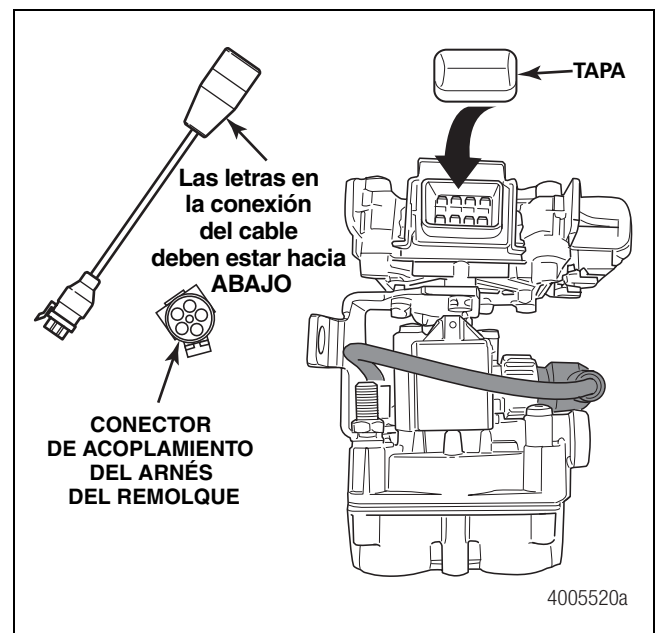

Figura 9
4. Empuje el clip de retención articulado del conector de corriente hacia arriba y quite la tapa protectora del conjunto de la ECU y la válvula moduladora única. Figura 9.